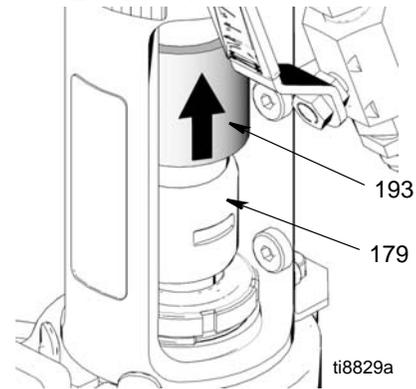

図 15
- (図 15) ロッド・カプラ (179) が完全に出るまでカプラ・カバー (193) を引きます。